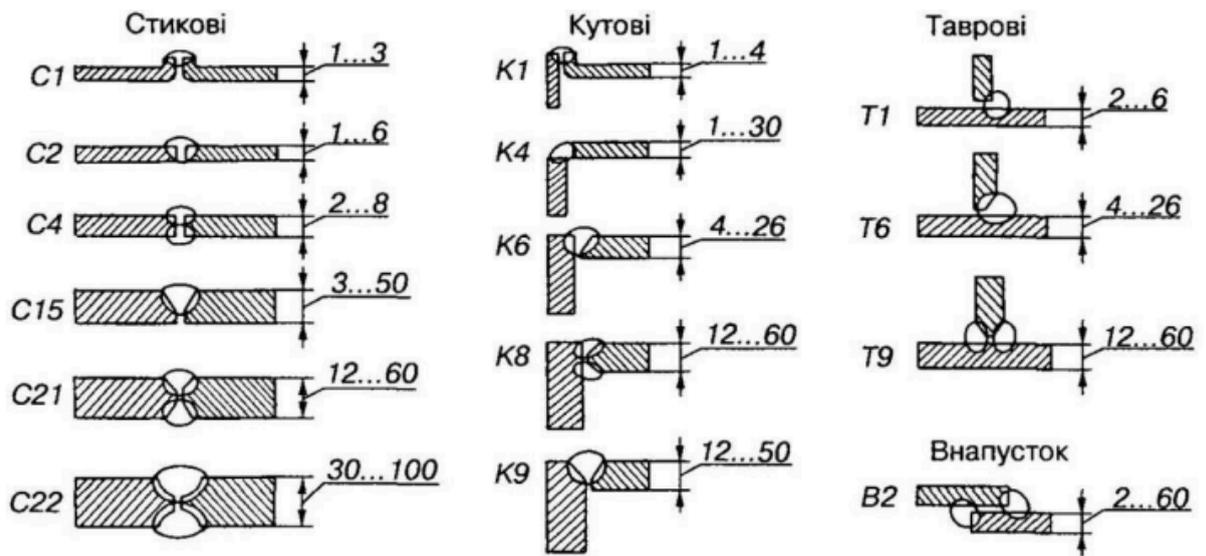

Рис. 12. Види зварних з'єднань
**Види зварних з'єднань.** Основними видами зварних з'єднань є стикові (С), кутові (К), таврові (Т) і внапусток (В) (рис. 12).